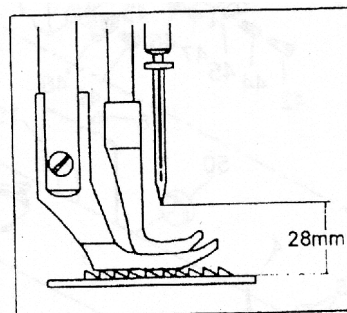

Fig.10
14. REGLAGE DE LA HAUTEUR DE BARRE AIGUILLE (Fig. 10)